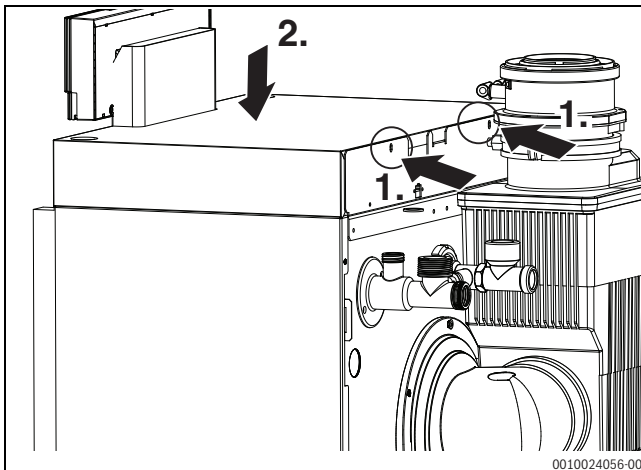

Bild 38 Kesselhaube montieren
- Kesselhaube mit den Pins in die Rückwand einsetzen und nach unten klappen (→Bild 38)